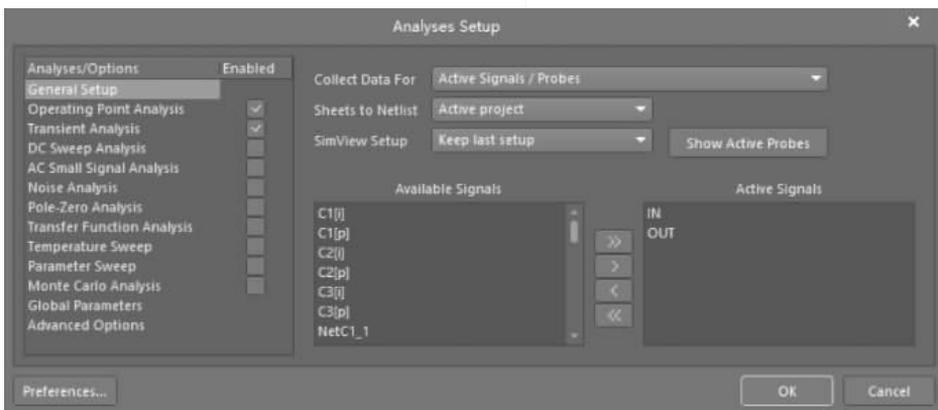

图 3-54 设置仿真参数界面 1
- (1) 在 AD 主界面主菜单下选择 Design→Simulate→Mixed Sim。
- (2) 打开如图 3-54 所示的 Analyses Setup(分析设置)界面,按下面参数设置: